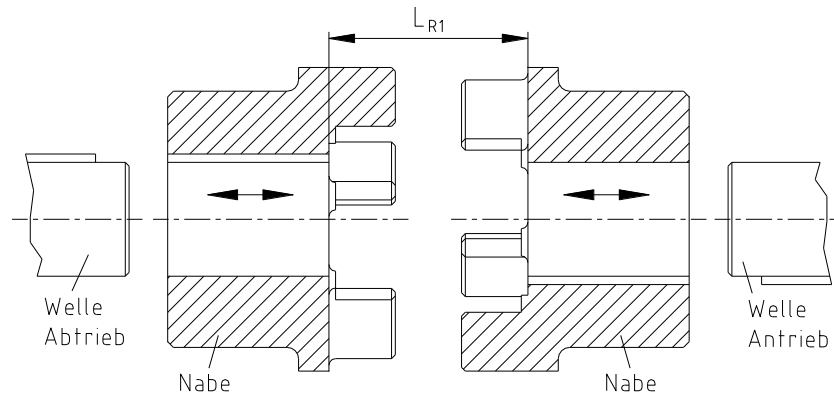

Bild 5: Montage der Naben
- Montieren Sie die Naben auf die Welle der An- und Abtriebsseite (siehe Bild 5).